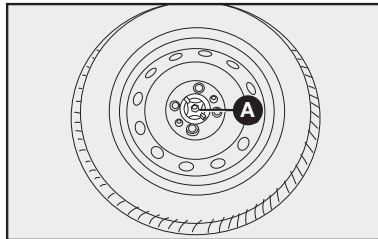

fig. 2
- Afloje el dispositivo de bloqueo **A**-fig. 2, saque la rueda de repuesto.